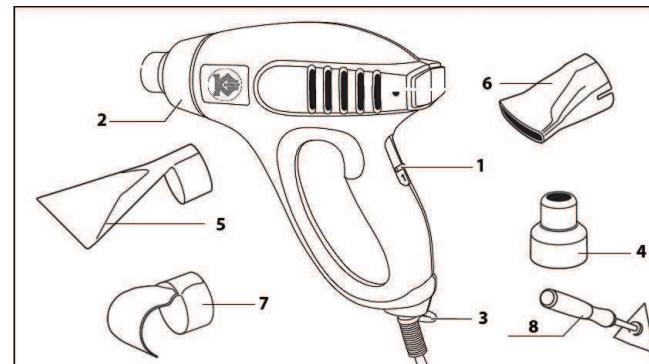

рис. 1
4.1 Общий вид теплопистолета схематично представлен на рис. 1
Внимание! Осуществляйте сушку только при установке низкой температуры (выключатель 1 (рис. 1) в положение I) и при увеличенном расстоянии между инструментом и заготовкой.
- используйте отражающую насадку **7** (рис. 1) или сужающую насадку **4** (рис. 1);
- используйте отражающую насадку **7** (рис. 1);
- демонтаж (выпаивание) интегральных схем и других радиодеталей (используйте сужающуюся насадку **6** (рис. 1));
- разъединение старых спаянных соединений (используйте сужающую насадку **4** (рис. 1));
- размораживание замерзших автомобильных замков (используйте сужающую насадку **4** (рис. 1));